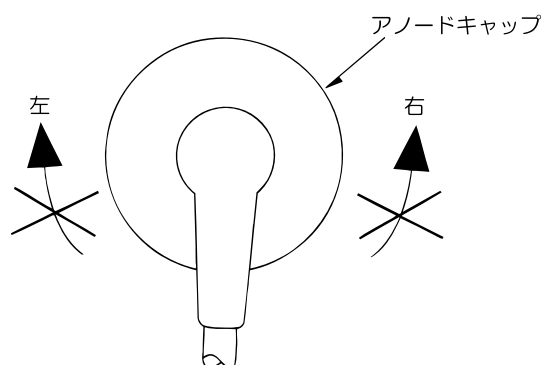

Fig. 3-1
- (1) アノードキャップは、装着後回転させると外れの原因となります。従って、高圧ケーブルの配線処理は、アノードキャップ挿入前に行うこと。(Fig. 3-1参照)
- (2) 高圧ケーブルの配線処理を行わず、うっかりアノードキャップを取り付けてしまった場合は、アノードキャップを回転させない様十分注意して、リード線処理を行うこと。